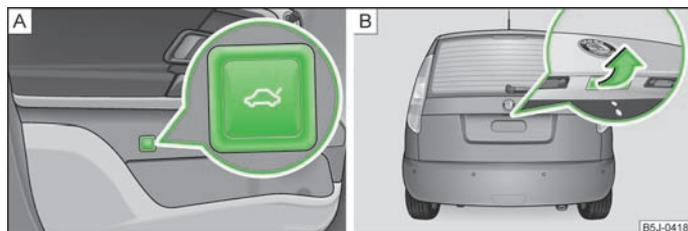

Fig. 16 Sbloccaggio del portellone bagagliaio / maniglia del portellone bagagliaio
- Per le vetture senza chiusura centralizzata premere il tasto  nella porta lato guida » fig. 16 - [A] e quindi aprire il portellone bagagliaio nella direzione indicata dalla freccia » fig. 16 - [B].
- Per le vetture con chiusura centralizzata premere la maniglia e al tempo stesso aprire il portellone bagagliaio » fig. 16 - [B].